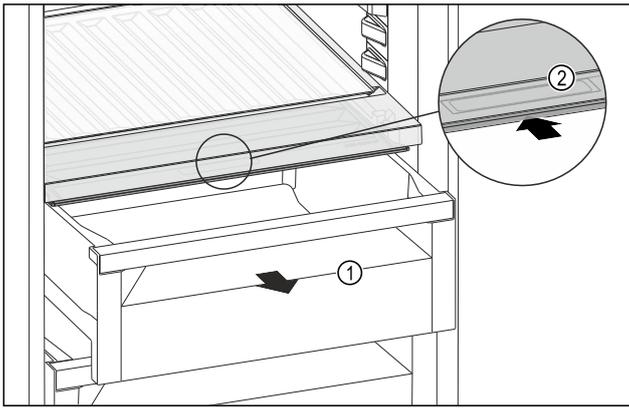

Fig. 159
- ▶ Schubfach Fig. 159 (1) herausziehen.
- ▶ Griffmulde Fig. 159 (2) am Fachdeckel anfassen und Fachdeckel gleichzeitig nach hinten schieben.